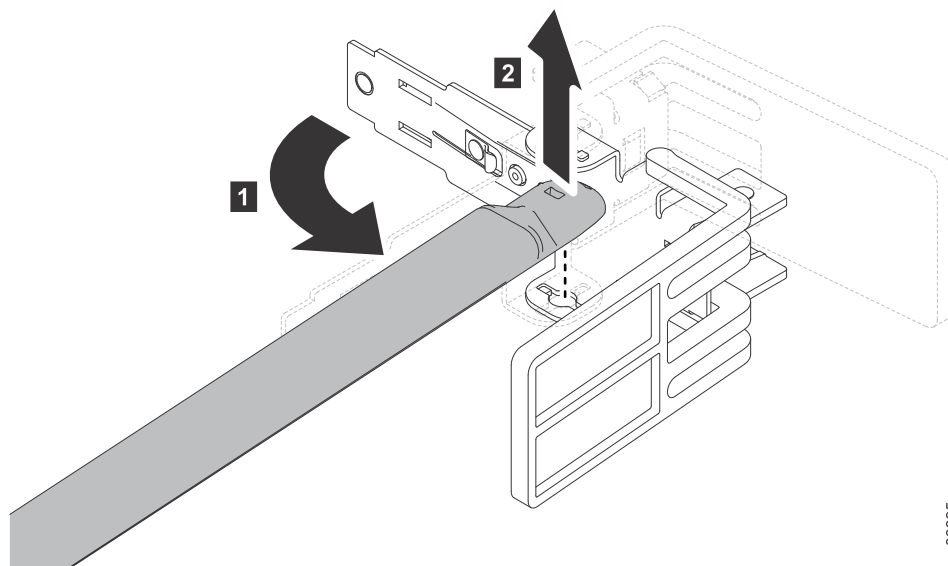

Figura 15. Desconectando o braço de suporte para organização de cabos do suporte de parada
8. Desconecte a outra extremidade do braço do suporte do suporte de parada, conforme mostrado em Figura 15.